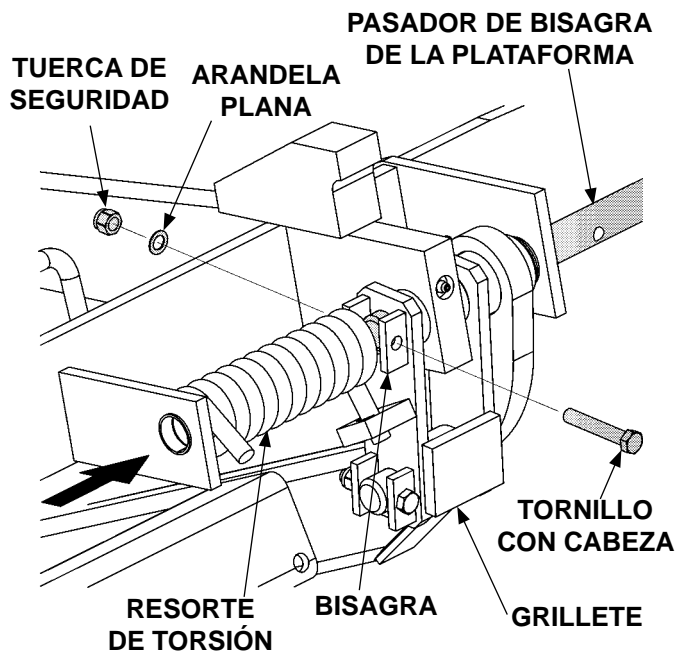

FIG. 21-1
4. Retire el tornillo con cabeza, la arandela plana y la tuerca de seguridad de la bisagra ubicada en el soporte para la bisagra de la plataforma. Deslice el pasador de bisagra hacia afuera del grillete, sólo lo suficiente para liberar el resorte (**FIG. 21-1**). Retire el resorte de torsión.